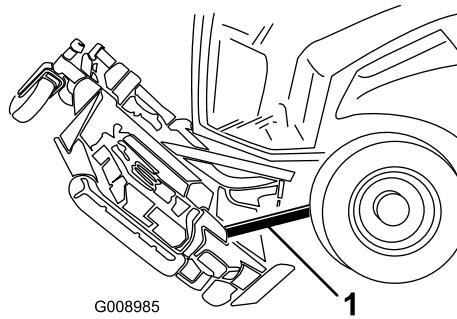

Bild 135
6. Schieben Sie ein Holz zwischen die Rückseite des Mähwerks und die Maschine (Bild 135).